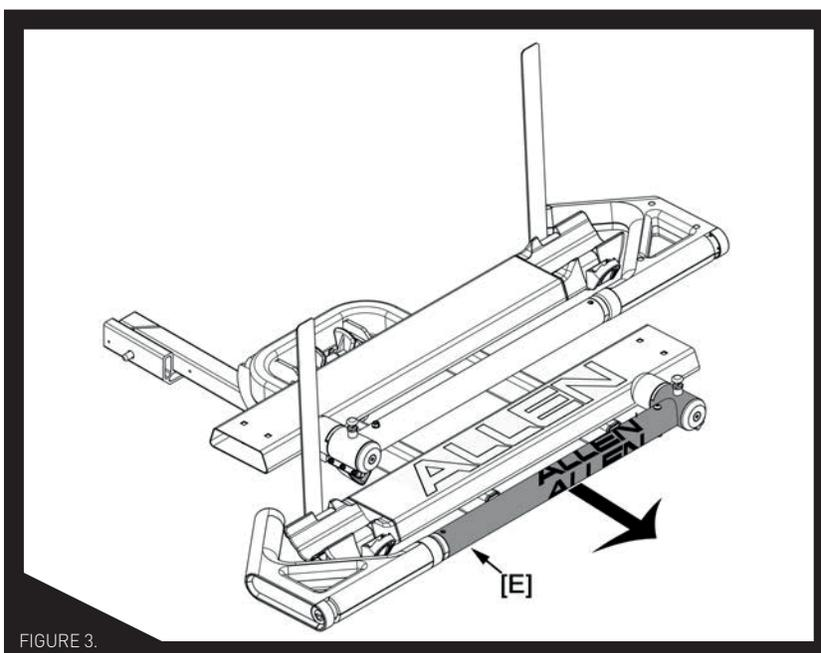

FIGURE 3.
IMPORTANT ! Comme le montre la figure 3, le support de vélo doit être installé avec le bras de longeron **[E]** vers l'extrémité ouverte du support en U
2. Faites pivoter le bras de la bicyclette jusqu'à ce que le crochet repose à 2,5 cm (1 po) ou moins des freins ou de la fourche avant (voir Fig 3)